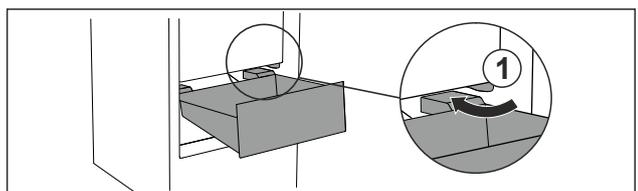

Fig. 72
- ▶ Far passare il cassetto intorno ai fermi Fig. 72 (1) inclinandolo.